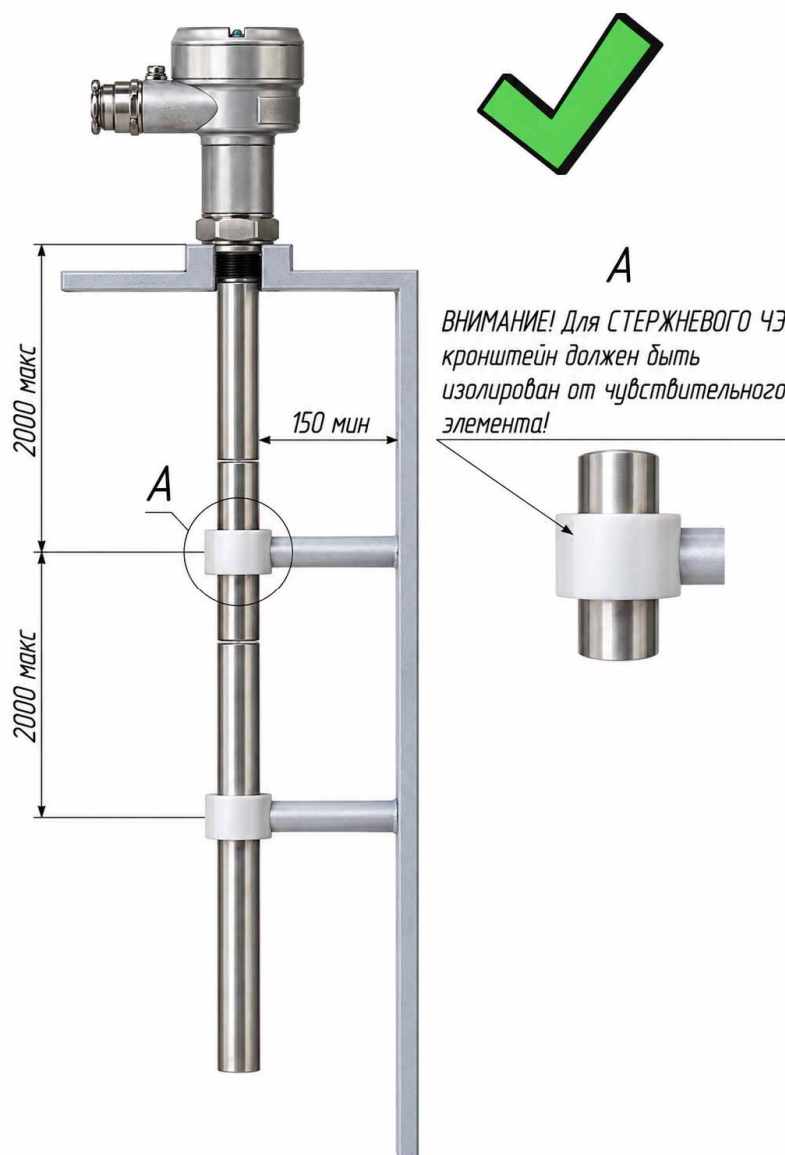

Рисунок 57 – Опоры, необходимые для удлиненного чувствительного элемента
- Избегать установки вблизи от места входа жидкости в резервуар у наливного отверстия (рисунок 57).